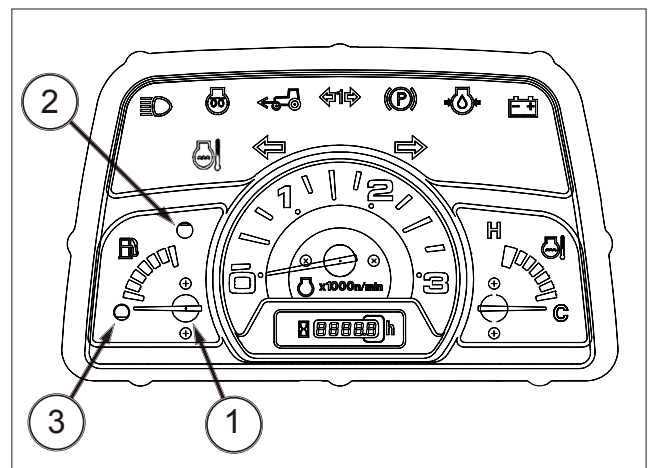

ABB. 40
ABB. 40: Die Kraftstoffanzeige (1) zeigt an, wie viel Dieselkraftstoff sich noch im Kraftstofftank befindet. Je näher die Nadel bei „Voll-Punkt“ steht (2), desto mehr Kraftstoff befindet sich im Kraftstofftank. Den Kraftstoffstand nicht bis zum „Leer-Punkt“ (3) absinken lassen.